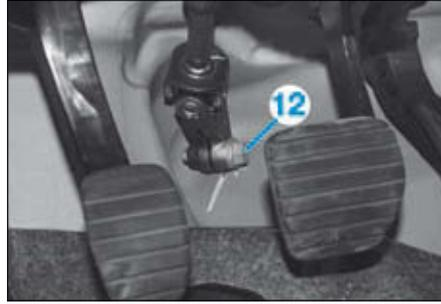

FIG.13
- la vis (12) du cardan de direction puis désaccoupler cette dernière du boîtier de direction (Fig.13).